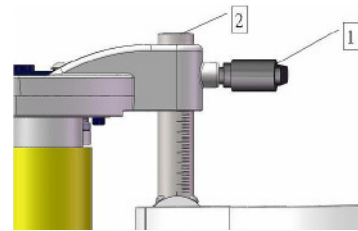

Abb. 6: Einstellung der Führungsplatte, Klemmhebel
Schritt 1: Den Klemmhebel öffnen (1, Abb. 6).